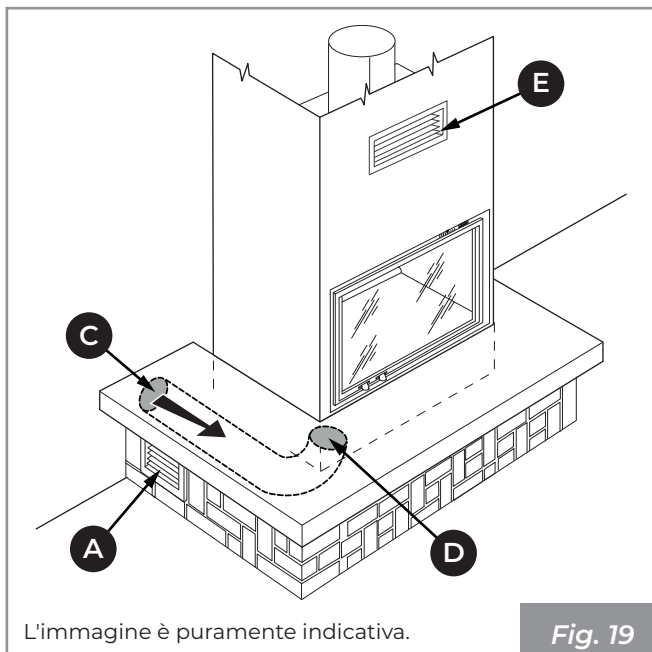

Fig. 19
- **Fig. 19:** presa d'aria esterna (C) canalizzata fino al focolare (D). Griglia inferiore (A) in dotazione per il ricircolo dell'aria ambiente sul rivestimento.